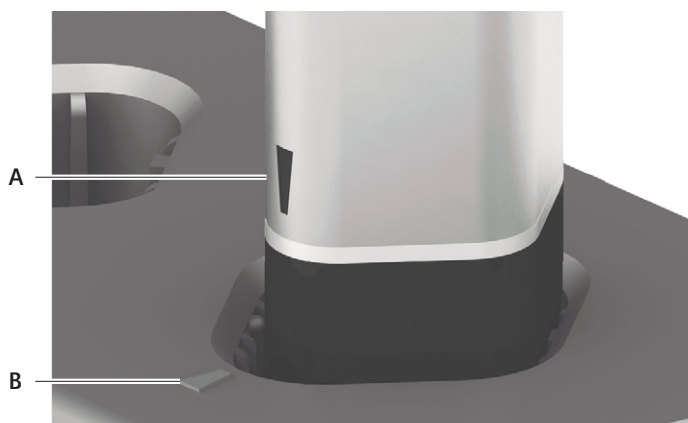

Fig. 1 Insérer l'accu dans le compartiment de recharge
- Placer les accus dans le compartiment de recharge avec les contacts vers le bas, de manière à ce que le marquage A sur l'accu corresponde au marquage B du compartiment de recharge, voir Fig. 1. L'affichage "Déroulement du rechargement" s'allume en vert. Le processus de recharge démarre automatiquement.